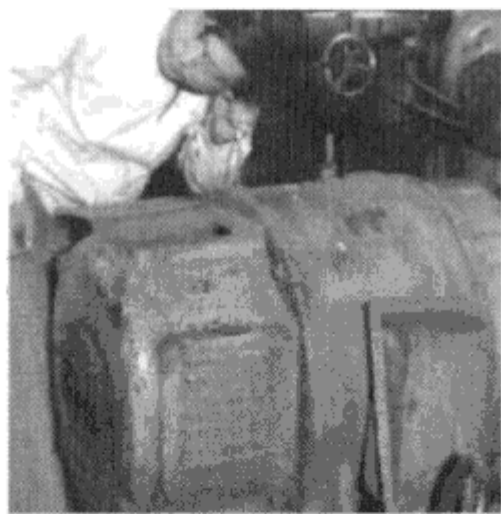

图 3-81 倾听电动机转动的声音
④ 检查换向器表面是否光洁,若发现有机械损伤或火花烧痕,应及时对换向器进行维修及表面处理。
⑤ 电动机运转时,应注意测量轴承温度,并倾听其转动声音(如图 3-81 所示),如有异常应及时进行处理。